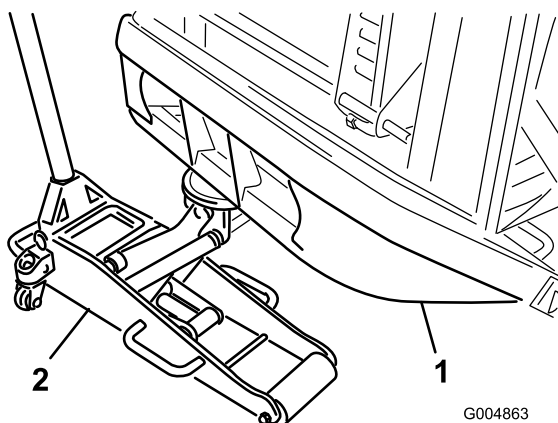

Figure 5
2. Placez une chandelle sous chaque moteur de roue et un cric rouleau sous le pare-chocs arrière (Figure 5), ou utilisez un palan.